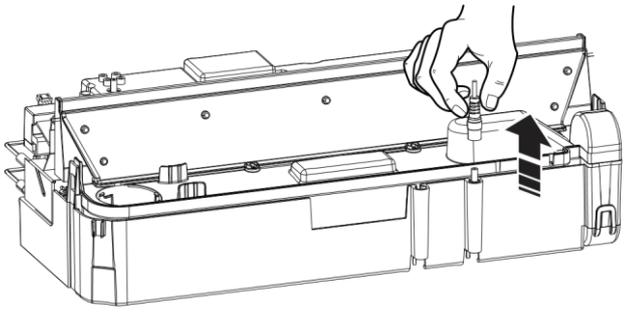

Fig.7
4. Desconecte el conector eléctrico, situado en el lado derecho de la bañera (Fig.7).